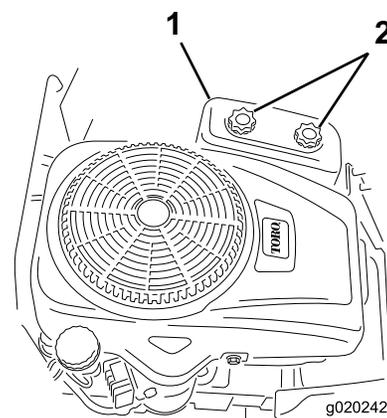

Figura 36
4. Togliete il coperchio del filtro dell'aria svitando le 2 manopole (Figura 36).
3. Montate il coperchio del filtro dell'aria e serrate le 2 manopole (Figura 36).